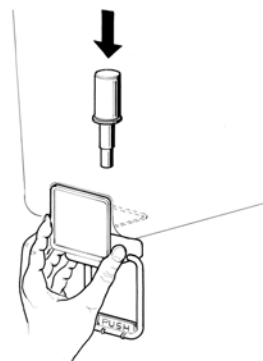

figura 3
- 2 **Grifo en acero inox por gravedad:** montar la palanca mando grifo y enlazar el pistón unido a la su junta (ver figura 3).